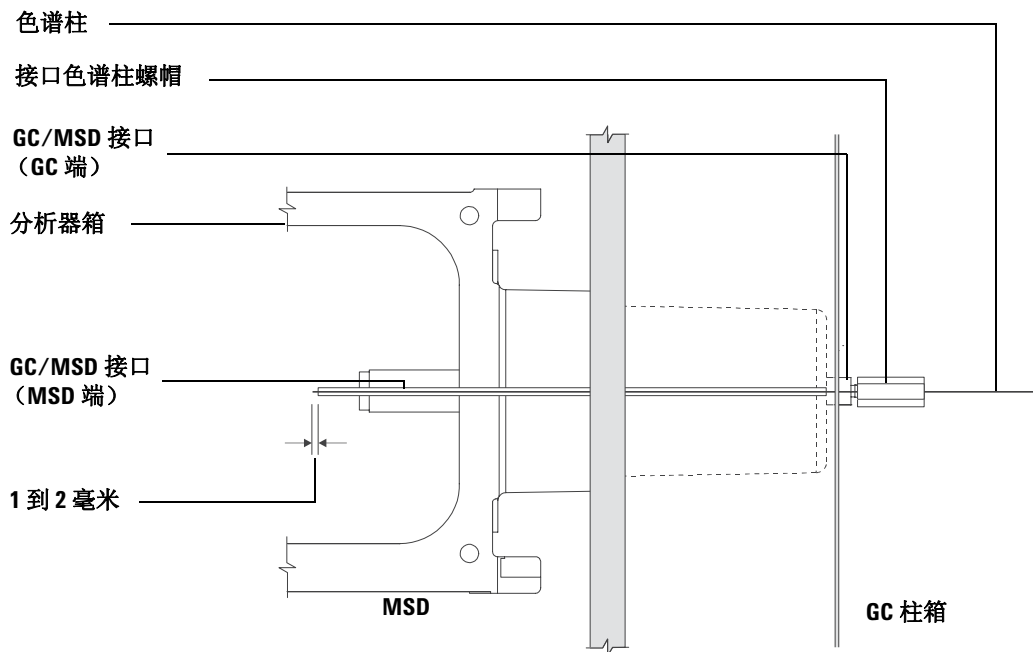

图 11 MSD - GC 色谱柱连接
- 10 调整色谱柱，这样它将伸入到分析器箱（越过了 GC/MS 接口）1 ~ 2 毫米，并用手拧紧螺帽。请参阅图 11。